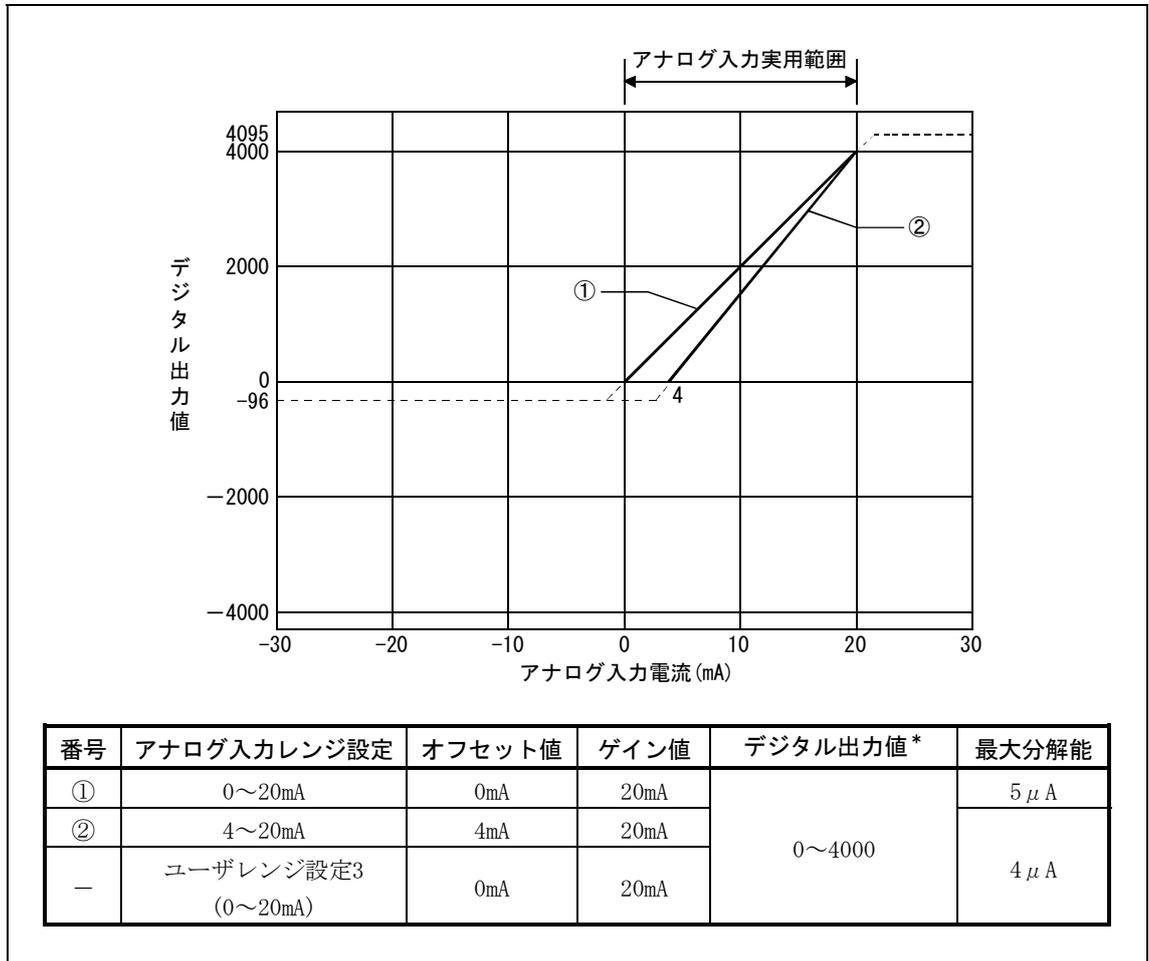

図3.2 電流入力特性
- (1)  $\pm 30\text{mA}$ 以上は入力しないでください。熱上昇により不良の原因になることがあります。
- (2) \*のデジタル出力値の範囲を超過するアナログ入力された場合、デジタル出力値は最大または最小に固定されます。
- (3) 各入力レンジのアナログ入力範囲およびデジタル出力範囲の範囲内のとき、最大分解能、精度は性能仕様の範囲となりますが、その範囲を超過すると性能仕様の精度に入らないことがあります。(図3.2の点線部分の使用は避けてください。)
- (4) ユーザレンジ設定のオフセット値およびゲイン値は下記の条件を満たす範囲で設定してください。